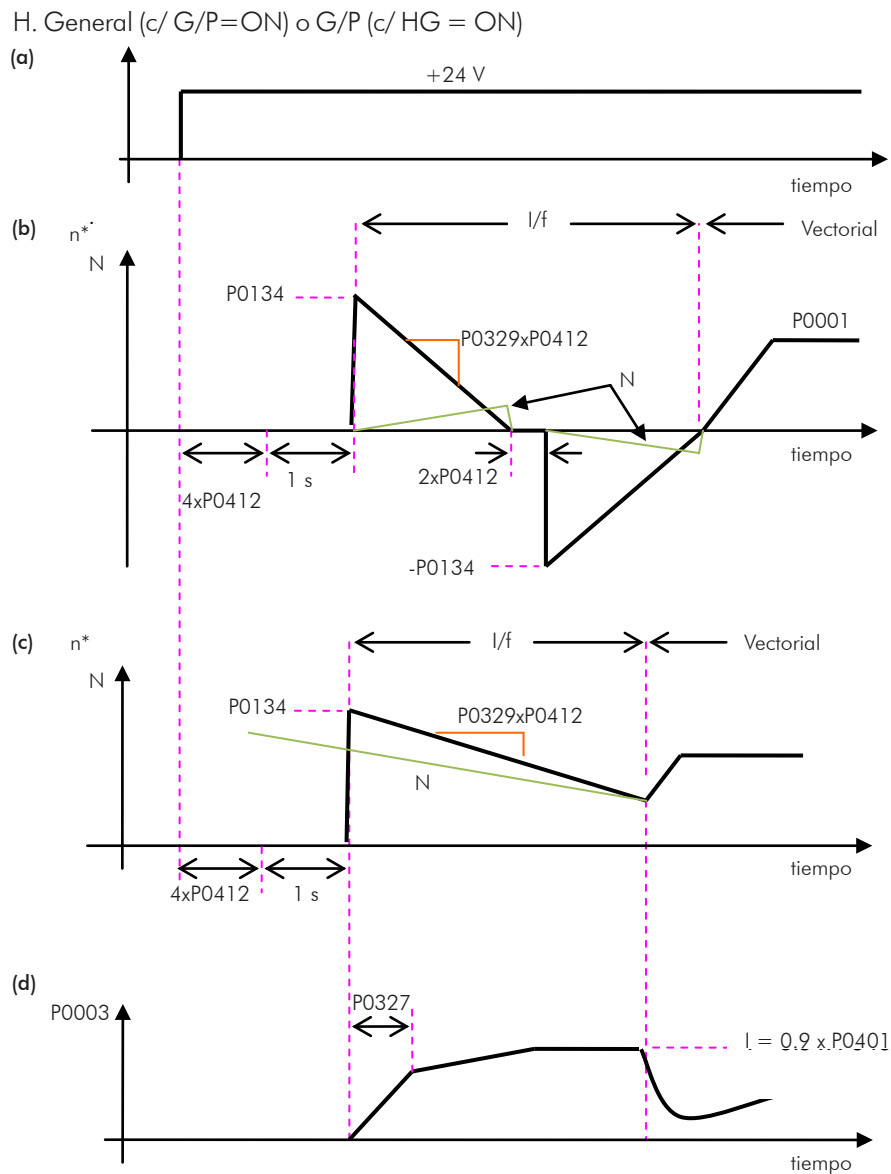

Figura 12.6 - (a) a (d) - Influencia de P0327 y P0329 durante el Flying Start ($P0202 = 3$)
El comportamiento de la Función Flying Start (FS) en el modo sensorless durante la aceleración y la reacceleración puede ser comprendido a partir de la Figura 12.6 en la pagina 12-14.
En la Figura 12.6 en la pagina 12-14 \(b\) es presentado el comportamiento de la referencia de velocidad cuando la función FS es iniciada con eje del motor parado y P0329 pequeño (no optimizado).
En la Figura 12.6 en la pagina 12-14 \(c\) es presentado la referencia de velocidad cuando la Función FS es iniciada con el eje del motor girando en el sentido deseado o el eje se encuentra parado y P0329 ya optimizado.